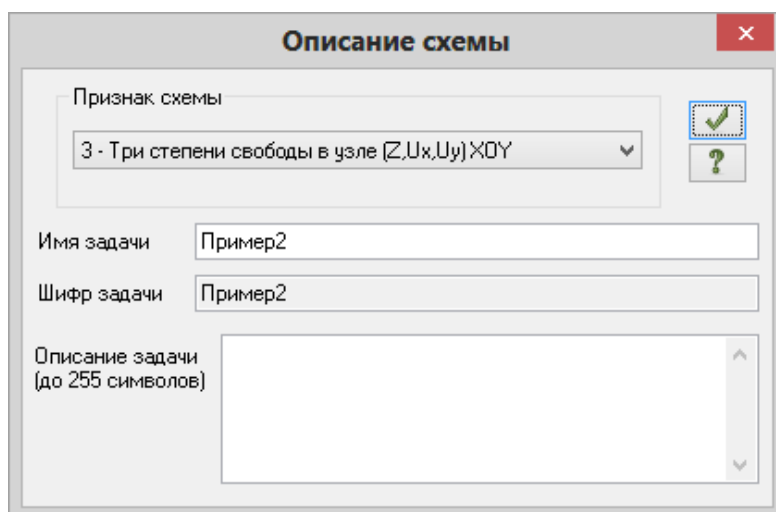

Рис.2.2. Диалоговое окно Описание схемы
- В появившемся диалоговом окне **Описание схемы** (рис.2.2) задайте следующие параметры: